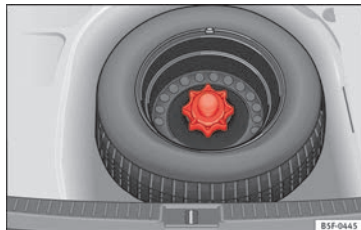

Fig. 248 Roda de emergência: piso de carga levantado.
- Levante o piso de carga e mantenha-o numa posição elevada para poder retirar a roda de emergência » **Fig. 248.**